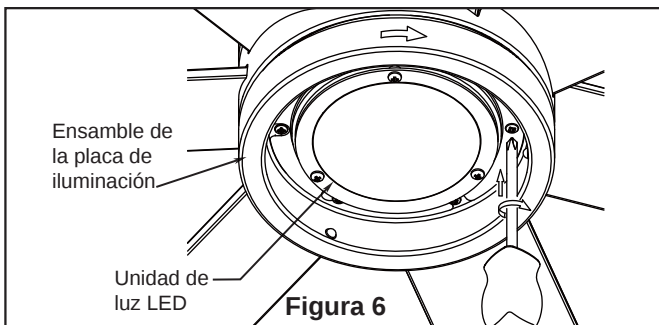

Figura 6
- ☐ 6. Instale la unidad LED en la ernsamble de la placa de iluminación mediante los dos chaveteros. Vuelva a colocar el los tornillos extraídos en el paso 3 y apriete todos los tornillos. (Figura 6)